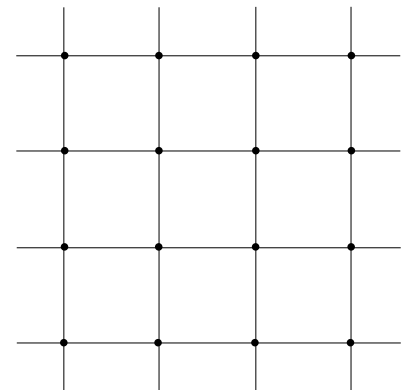

Figura 4
2. Utilice tinta china o un material soluble al agua para este ejercicio. Sujete la brocha neumática aproximadamente a 12,7mm del papel y rocíe puntos pequeños en la intersección de las líneas. Ver la Figura 4.